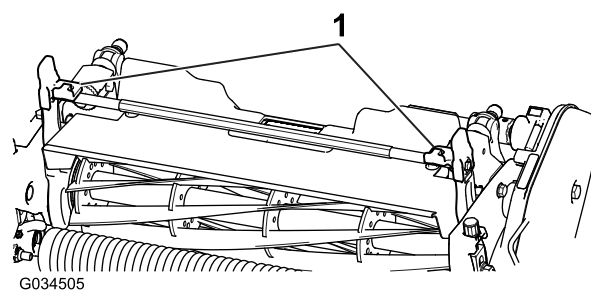
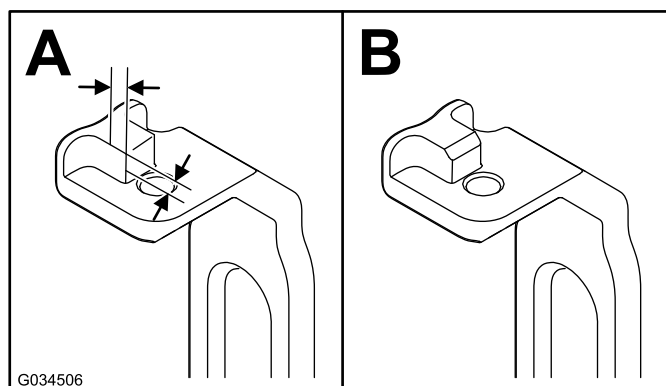

Figure 6
Figure 7
2. Sur les deux bras d'inclinaison (Figure 6), mesurez 2.3 mm vers l'intérieur sur les pattes et meulez l'angle, comme montré à la Figure 7.